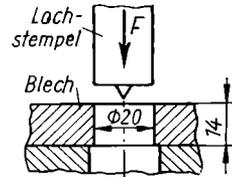

Bild 51
81. Aus einem Blech von 14 mm Dicke und 3800 kp/cm^2 Abscherfestigkeit sollen auf einer Lochmaschine Löcher von 20 mm Dmr. ausgestanzt werden (Bild 51). Welche Kraft muß der Lochstempel ausüben?
82. Eine Lochmaschine stanzt aus Blechen von 17 mm Dicke Löcher von 26 mm Dmr. aus (Bild 51 in Aufg. 81). Abscherfestigkeit des Bleches 3800 kp/cm^2 . **a)** Welche Druckspannung tritt dabei im Lochstempel auf? **b)** Welche größte Blechdicke kann mit dem gegebenen Stempel von 26 mm Dmr. gestanzt werden, wenn die höchstzulässige Druckspannung im Stempel bei Verwendung eines Sonderstahles 14000 kp/cm^2 ist? **c)** Welcher Höchstwert ist demnach allgemein für das Verhältnis Blechdicke zu Lochdurchmesser bei den gegebenen Werten der Abscherfestigkeit des Bleches und der Druckspannung des Stempels zulässig?